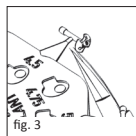

fig. 3
■ **fig. 3** O medidor escolhido para a medição é cortado mediante uma microtesoura e transportado no ouvido médio com um aspirador ou um outro instrumento microcirúrgico.